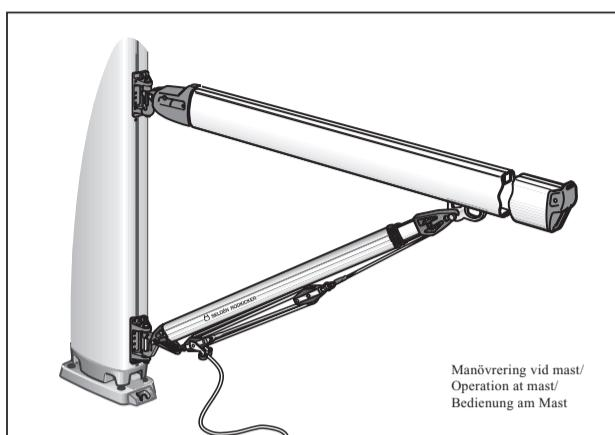

Fig. 1
1. Nehmen Sie die Auflagefeder ③ ab, indem Sie gleichzeitig die beiden Arretierungsknöpfe drücken.
2. Ziehen Sie das innere Rohr ② heraus.
3. Nehmen Sie den unteren Endbeschlag aus dem äußeren Rohr ①.
4. Setzen Sie die obere Buchse ④ in die Distanzhülse ⑧ ein. Fetten Sie das Gewinde am Ende des Gas-Zylinders. ACHTUNG: Vermeiden Sie Fett auf der Schubstange der Gasdruckfeder!
6. Schrauben Sie das dicke Ende der Gasdruckfeder in den oberen Endbeschlag ④.
7. Schrauben Sie das dünne Ende der Gasdruckfeder in den unteren Endbeschlag ⑥, gemäß Abb. 1. Stellen Sie die Endstücke so auf, dass die Nuten nach oben zeigen.
8. Halten Sie den Draht etwas gespannt und führen Sie dann die Gasdruckfeder mit dem unteren Endbeschlag in das dickere Rohr. Achten Sie darauf, dass der Führungsbeschlag ⑦ richtig auf dem inneren Rohr liegt.
9. Schieben Sie die Auflagefeder ③ mit den Arretierungsknöpfen wieder in das äußere Rohr.
10. Führen Sie das kleinere ② in das größere Profil ①. Stellen Sie sicher, dass die Führungsbuchse ⑦ korrekt auf dem kleinen Profil 1 liegt.
11. Schieben Sie die Feder ③ auf das größere Profil 1 bis sie einrastet.